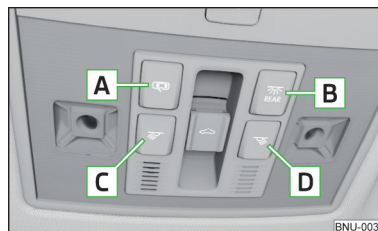

Fig. 68
**Conexión/desconexión (presionando el interruptor correspondiente) - Variante 1 » fig. 68**